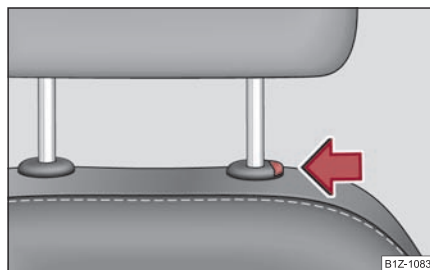

Fig. 78 Scoaterea tetierei
- Dacă doriți să împingeți tetiera în jos, trebuie să apăsați tasta de siguranță ⇒ fig. 78 și să o mențineți apăsată și cu cealaltă mână să apăsați tetiera în jos.
- Apăsați tasta de siguranță în sensul săgeții ⇒ pagina 78, fig. 78 și scoateți tetiera.